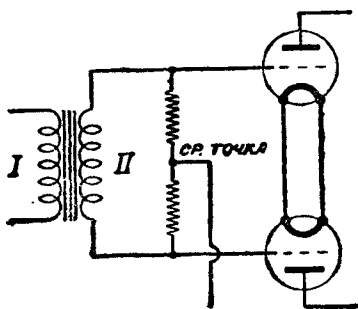

Рис. 1
**Ответ.** Вместо специального трансформатора по пушпульной схеме может быть использован обыкновенный междупроводный трансформатор. При способление его для пушпульной схемы очень несложно и заключается в следующем. Берутся два сопротивления по 100 тыс. омов каждое, соединяются последовательно, после чего ими шунтируют вторичную обмотку трансформатора. Место соединения сопротивлений будет являться средней точкой вторичной обмотки трансформатора (рис. 1).